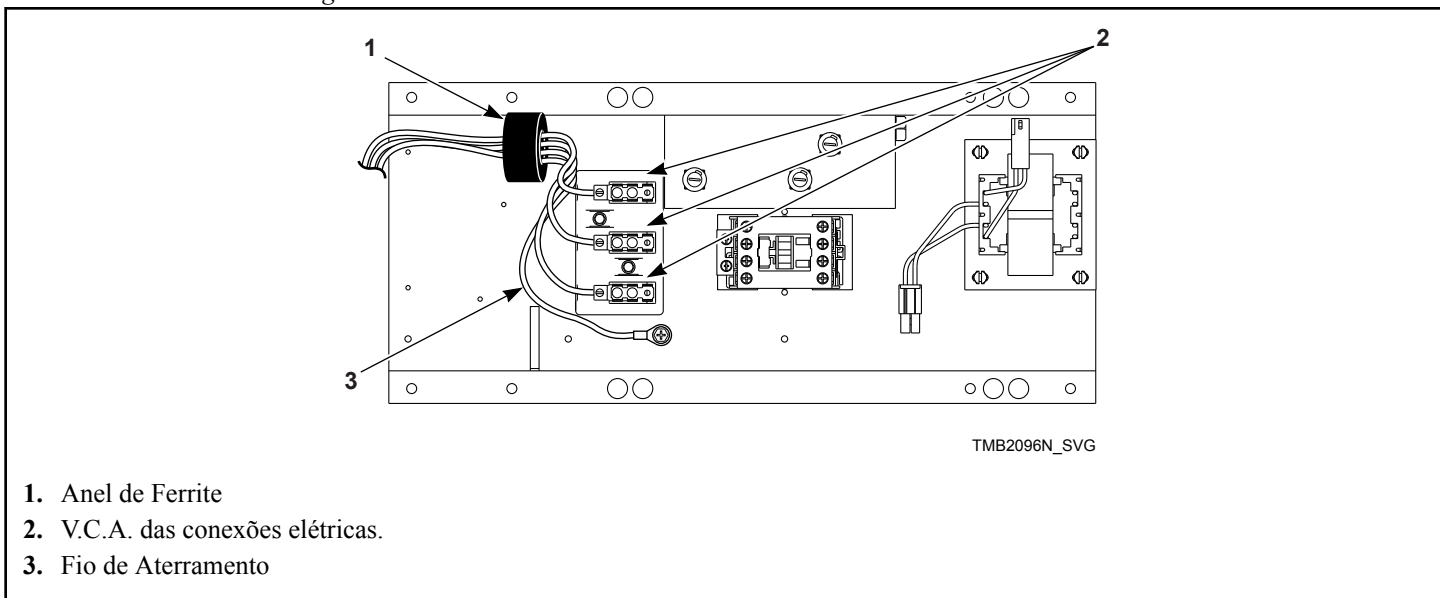

Figura 26
- Encaixe o anel de ferrite sobre todos os condutores de alimentação da caixa de contactores conforme ilustrado. É importante que o anel de ferrite seja instalado no interior da caixa de contactores. Consulte a *Figura 26*. Não instale a ferrite fora